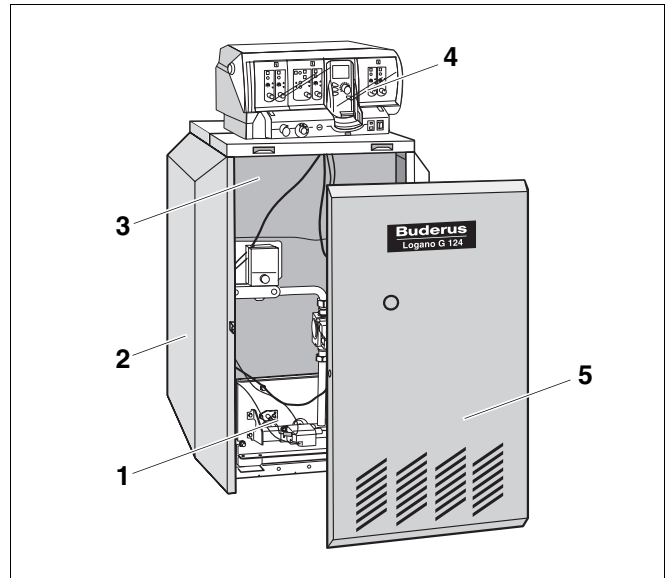

Abb. 1 Gas-Spezialheizkessel Logano G124 WS
Der Gas-Spezialheizkessel Logano G124 WS (Abb. 1) ist werkseitig komplett mit Gasbrenner und Regelgerät ausgestattet.
- Kesselblock mit Wärmeschutz (Abb. 1, **Pos. 3**) und Gasbrenner (Abb. 1, **Pos. 1**).
- Kesselmantel (Abb. 1, **Pos. 2**) und Kesselvorderwand (Abb. 1, **Pos. 5**).
- Regelgerät (Abb. 1, **Pos. 4**).